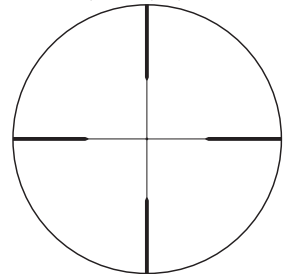

Рис. 3
(1) Фокусировка
- 1 Посмотрите через окуляр, расположив глаз на расстоянии приблизительно 10 см (4 дюйма) от объектива окуляра, чтобы увидеть визирное перекрестие (Рис. 3).